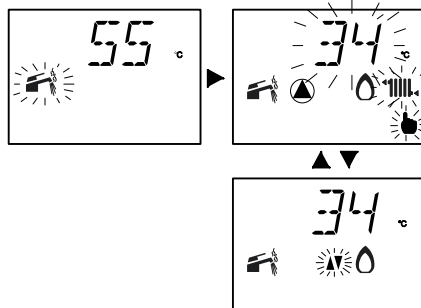

Figura 7.12
- Sul display LCD la variazione è segnalata con l'accensione alternata dei simboli riportati in Figura 7.12. (Esempio: potenza termica riscaldamento al massimo).